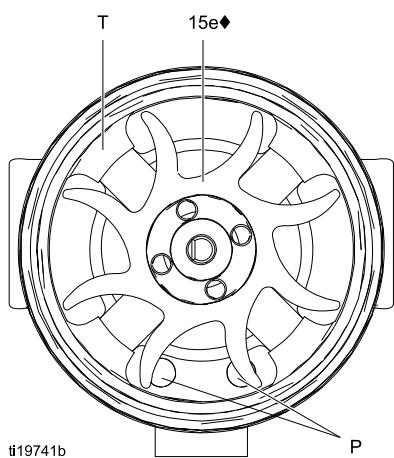
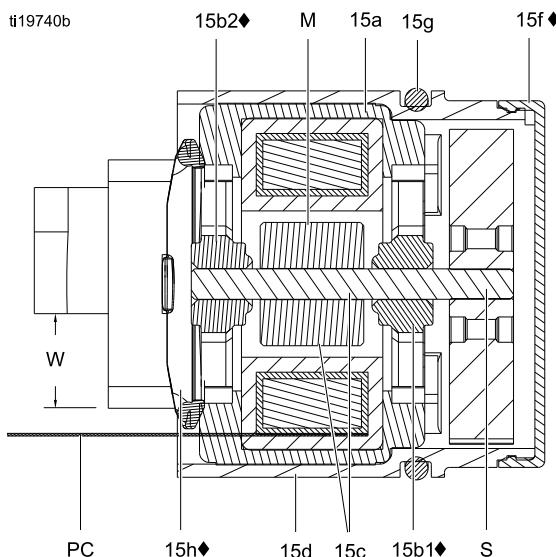

Figure 45 Ориентация вентилятора
Figure 46 Поперечный разрез генератора переменного тока
12. На рабочем месте установите блок катушки (15a) таким образом, чтобы сторона вентилятора была направлена вверх. Насадите вентилятор (15e♦) на длинный торец вала (S). Направление лопастей вентилятора должно соответствовать рисунку.
13. Осторожно установите блок катушки (15a) на передней части корпуса (15d♦) и одновременно с этим выровняйте положение штифта катушки по отношению к пазу в корпусе. Трехпроводной разъем (PC) должен располагаться ниже более широкой насечки (W) планок крепления в корпусе, как показано на рис. 46. Убедитесь в том, что направляющие штифты катушки (P) расположены согласно рис. 45.
14. Поверните вентилятор (15e) таким образом, чтобы его лопасти не закрывали четыре планки крепления шарикоподшипника (T) с задней стороны корпуса. Убедитесь в том, что пластины нижнего подшипника (15b1♦) находятся на одном уровне с планками крепления.